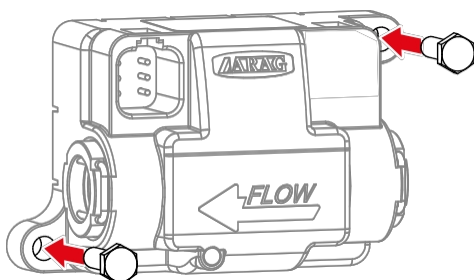

Fig. 6
- Fastgør flowmåleren med 2 M6-skruer (eller 1/4 UN-skruer) ved hjælp af de fastgørelsespunkter, der er integreret i huset (fig. 6).